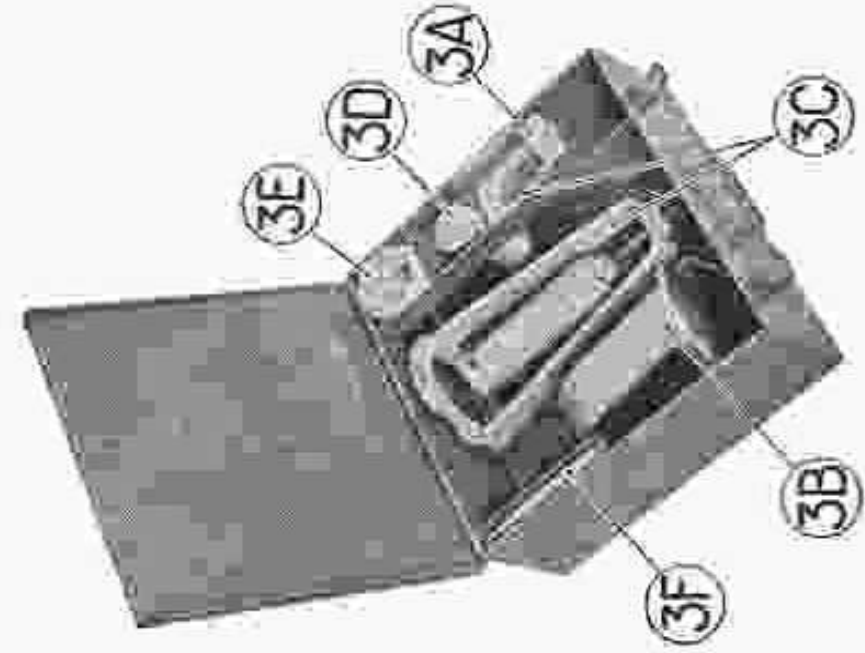

Fig. 83. Y — Coffret d'outillage complémentaire au carter.
- K - Calé de roulement roulement AR (fig. 83).